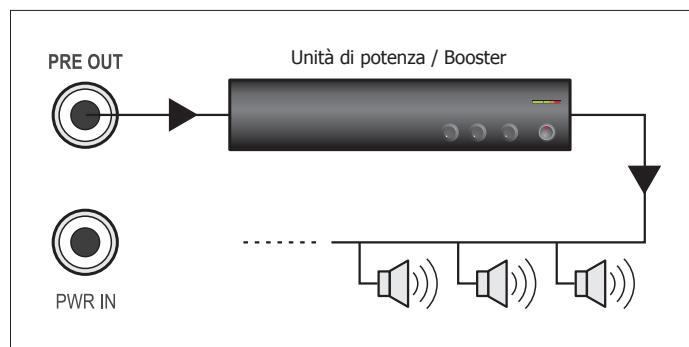

Fig. 3.6.2
L'uscita **PRE OUT (11)** può inoltre essere sfruttata per il collegamento ad un eventuale amplificatore di potenza esterno (fig. 3.6.2).
The **PRE OUT (11)** output can also be exploited for connection to an external power amplifier, if required (Fig. 3.6.2).